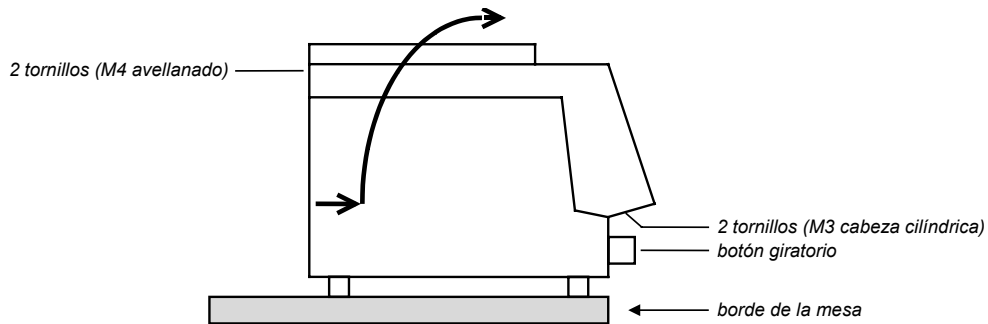

Fig. 8
- Coloque el aparato sobre el canto de la mesa de forma que se puedan quitar los tornillos M3 (Fig. 8).